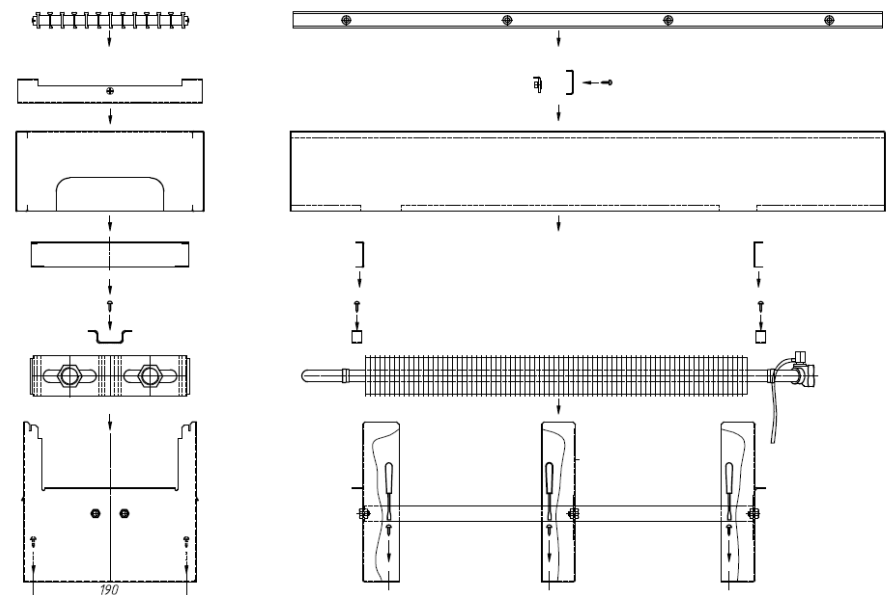

Рис.7
В напольном варианте закрепить опоры шурупами (рис. 7).
- 5.5. Установить, в настенном варианте, опоры на кронштейны зафиксировав болтами (также можно установить на кронштейны конвектор в сборе, если низкий подоконник, потом преподнять кожух для соединения штуцеров с трубопроводом). Установить тепловой элемент на опоры. Зафиксировать скобами. Выполнить соединение штуцеров конвектора с подводящим и отводящим трубопроводами. Чтобы исключить сворачивание медных труб конвектора при соединении необходимо ключом удерживать шестигранники штуцеров нагревательного элемента (рис.7, 8б).
- 5.8. Навесить кожух обратно на опоры, не фиксируя в опорах (рис.7, 8в).